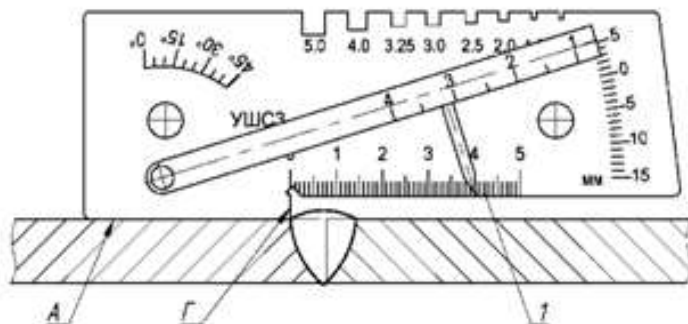

Рис.4.Схема применения УШС-3 при измерении ширины шва
4.2.1 Измерение ширины шва (рис.4).